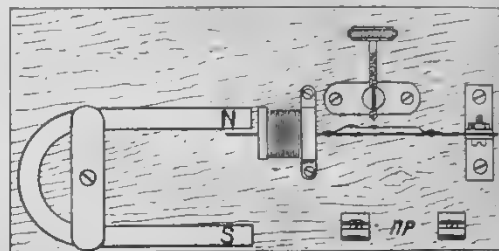

Рис. 10. Панель со смонтированным механизмом.
- 1) Каково должно быть напряжение батареи (рис. 10), питающей последовательно соединенные вилы двух микроламп, если сопротивление вилы первой лампы = 60 вольтам, а вилы второй для лампы той силы в 0,68 ампер?